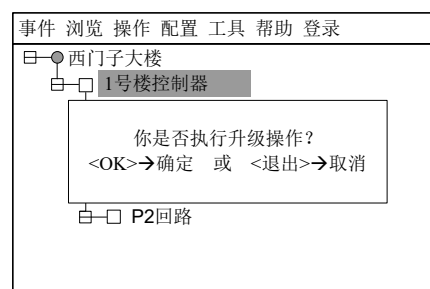

图 31-4
- 系统弹出对话框要求用户确认是否进行升级（图 31-4），若选“OK”，则系统升级为 FC720W-04-A1，若选择“退出”则放弃此操作。